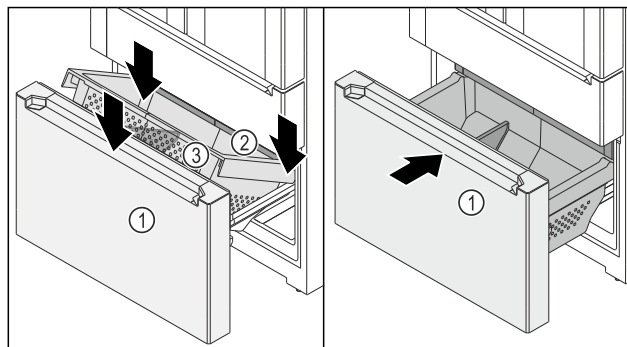

Fig. 145
- ☐ Uittrekwagen Fig. 145 (1) is uitgetrokken.
- ☐ Schuiflade Fig. 145 (2) is ingeschoven.
- Bak Fig. 145 (3) achter op de rails rechts en links plaatsen.
- Bak Fig. 145 (3) naar voren iets neerlaten, zodat de bak Fig. 145 (3) de rails rechts en links omvat.
- Uittrekwagen Fig. 145 (1) inschuiven.